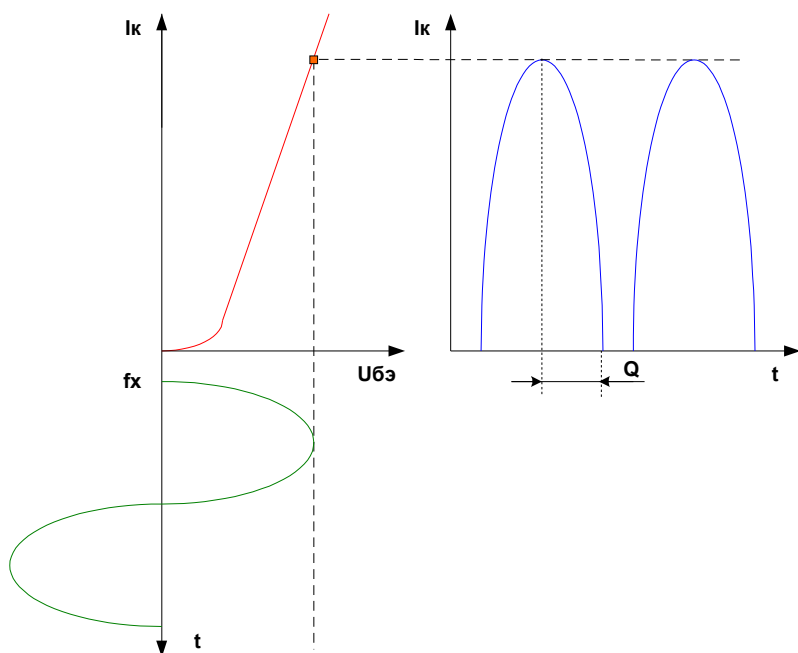

Рис. 237
3) Режим работы класса В. В режиме класса В рабочая точка выбирается таким образом, чтобы ток покоя был равен нулю (смотрите рисунок 237).